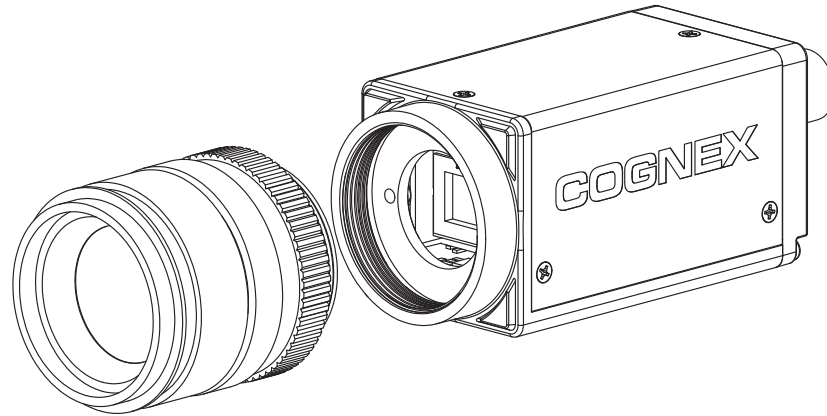

Figure 2-1 : Installation de l'objectif
1. Installez un objectif à monture CS ou C (avec un anneau d'extension de 5 mm) sur le capteur (Figure 2-1).